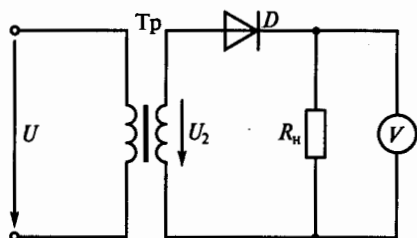

Рис. 194
**8.1.** Какое напряжение  $U_0$  покажет вольтметр магнитоэлектрической системы на рис. 194, если  $U_{2\text{max}} = 282$  В?